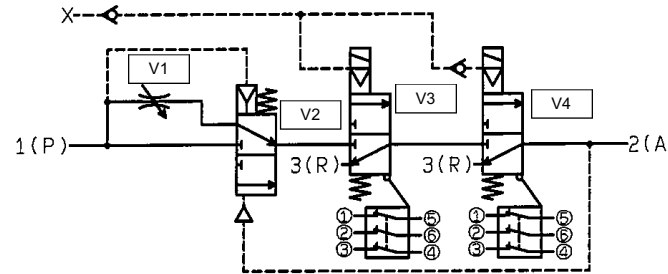
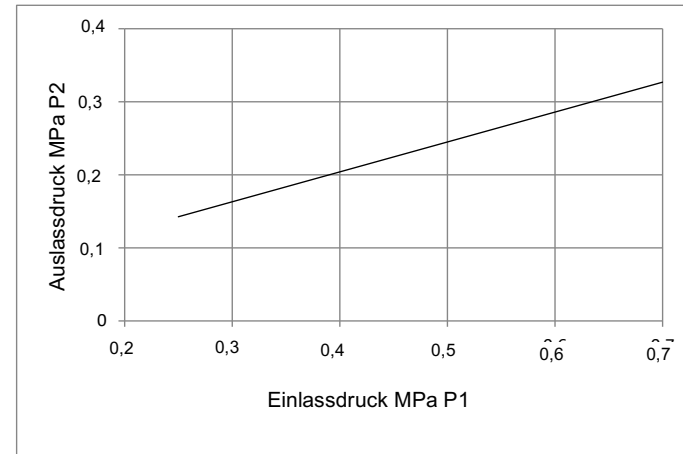

Abbildung 9 Externe Vorsteuerung (Rockwell-Schaltvariante als Referenz dargestellt)
Abbildung 10. Schaltdruck (Geschlossen → Offen) des Softstartventils V2
Bei einer sicherheitsrelevanten Anwendung schaltet das Maschinensicherheitsystem die Sicherheitsventile (V3 und V4 in Abbildung 9) ein, wenn die Maschine sicher arbeitet. Wenn beide Ventile eingeschaltet sind, strömt über Anschluss 2 (A) Luft in das geschützte System. Der Durchfluss wird anfangs durch das Drosselventil V1 begrenzt und der Druck im geschützten System bleibt niedrig, wenn sich das System füllt oder sich die Aktuatoren langsam bewegen. Der Druck steigt, während sich das System füllt oder sich die Aktuatoren nicht mehr bewegen. Mit zunehmendem P2-Druck (siehe Abbildung 10) schaltet Ventil V2 um und Ventil V1 wird umgangen. In diesem Zustand strömt die Luft in das geschützte System entsprechend den in Abschnitt 2.3 angegebenen Zahlen.